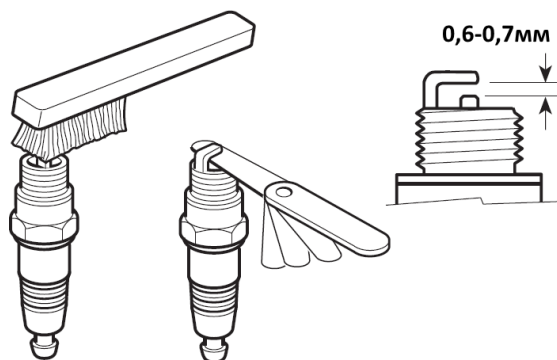

Рис.8
2. Регулярно перевіряйте стан свічки запалювання. При необхідності очистіть електроди від нагару та підрегулюйте зазор, який має дорівнювати 0.6 мм. (рис.8)